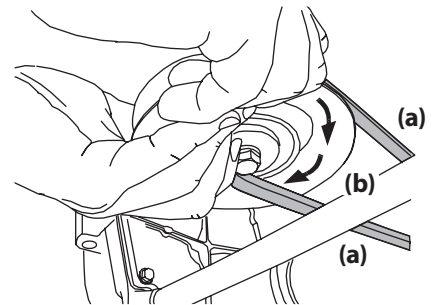

Figura 47
- d. Mientras sostiene la correa de la PTO (a) hacia abajo, siga girando la polea de la PTO (b) hasta que la correa de la PTO (a) se deslice fuera de la polea (b). Consulte la Figura 47. Baje la plataforma a la posición de corte más baja.
- Mientras sostiene la correa y la polea de la PTO juntas, gire la polea de la PTO hacia la izquierda (Consulte la Figura 47 en la página 21). Siga sosteniendo y rotando la polea de la PTO y la correa de la PTO hasta que la correa de la PTO se enrolle totalmente en la polea de la PTO.